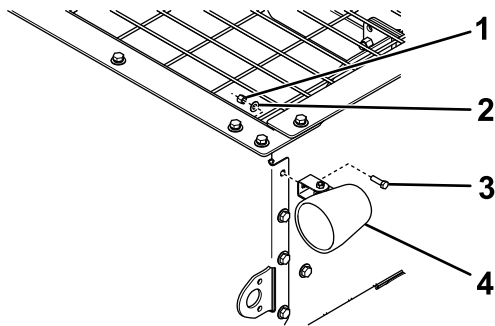

**Bild 7**
17. Entfernen Sie die oberen Schrauben an der Rückseite des Füllkastens und entsorgen Sie diese, wie in **Bild 7** dargestellt.